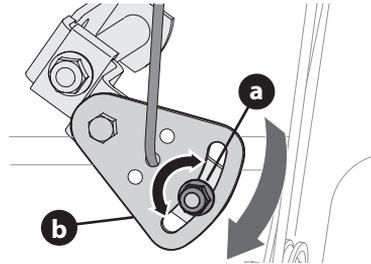

Figura 55
- Afloje la tuerca hexagonal (a) de la ménsula de posicionamiento del cable de cambios (b) (Figura 55).